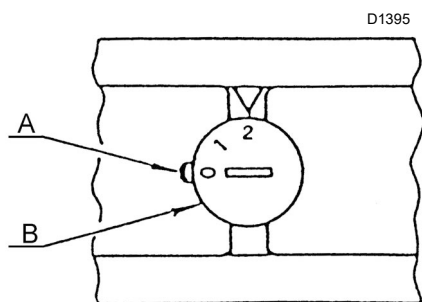

Abb. 36
5.11.7 Gasdrossel (Abb. 36)
Die Gasdrossel verfügt über eine externe Einstellvorrichtung Abb. 36, die bei niedrigem Netzdruck, die entsprechende Einstellung des Nocken erleichtert. Über die Nutmutter **B** kann der Querschnitt des Durchlaufs auf die Mindestleistung geändert werden.